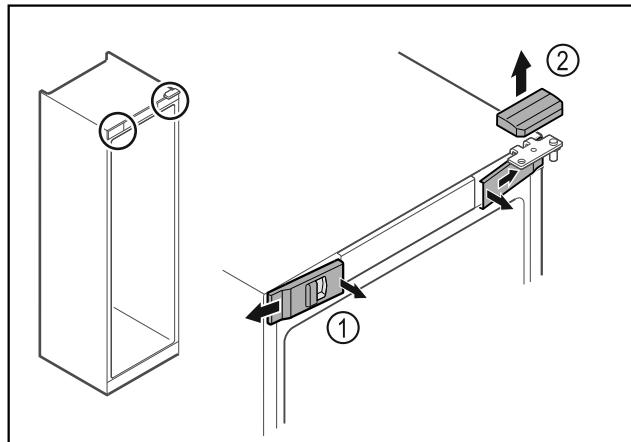

Fig. 10
- Звільніть передні кришки *Fig. 10 (1)* всередині від фіксатора та поверніть убік.
- Зніміть верхню кришку *Fig. 10 (2)* вгору.